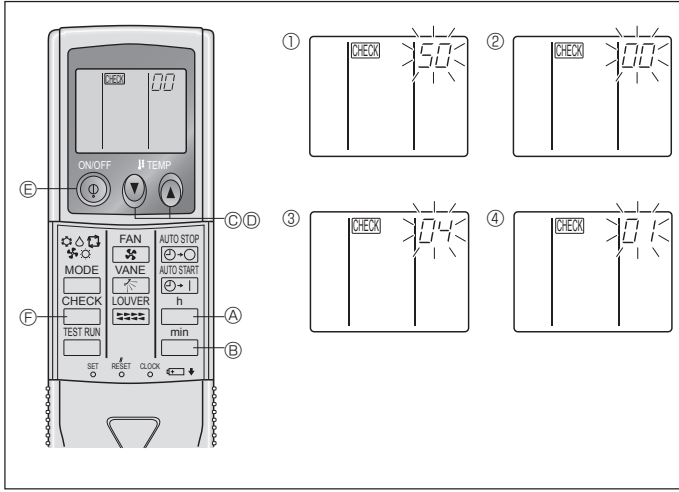

Fig. 6-10
2) Kablosuz uzaktan kumanda için (Fig. 6-10)